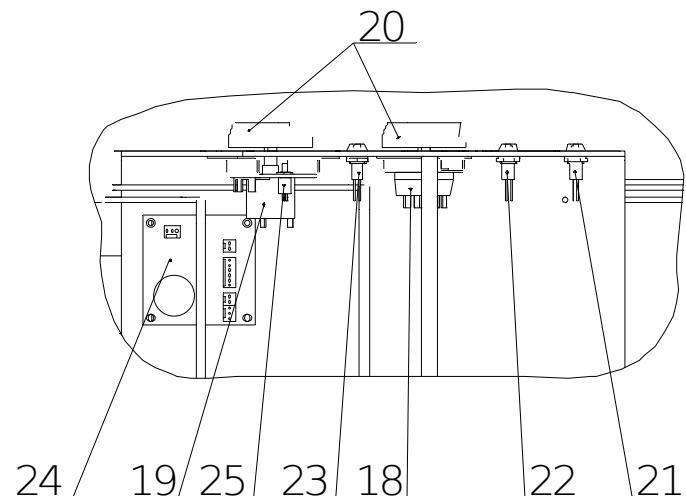

Рис. 4
На кронштейне управления (5) (рис. 4) установлены: переключатель режимов (18) для выбора режима работы прибора, регулятор температуры (19) для включения – выключения прибора и задания температуры теплоносителя. Светодиодный индикатор зеленого цвета (21) сигнализирует о подаче питания в систему управления прибора, светодиодный индикатор красного цвета (22) сигнализирует о возникновении аварийной ситуации, светодиодный индикатор желтого цвета (23) сигнализирует о том, что идет нагрев теплоносителя. На потенциометр (19) и галетный переключатель (18) надеты ручки (20).
На кронштейне управления (5) (рис. 4) установлены: переключатель режимов (18) для выбора режима работы прибора, регулятор температуры (19) для включения – выключения прибора и задания температуры теплоносителя. Плата суточного программатора (24) и кнопка коррекции часов встроенного суточного программатора (25) устанавливаются только для модификации ЭПН-02-ХХ. Светодиодный индикатор зеленого цвета (21) сигнализирует о подаче питания в систему управления прибора, светодиодный индикатор красного цвета (22) сигнализирует о возникновении аварийной ситуации, светодиодный индикатор желтого цвета (23) сигнализирует о том, что идет нагрев теплоносителя. На потенциометр (19) и галетный переключатель (18) надеты ручки (20).
На кронштейне управления (5) (рис. 4) установлены: переключатель режимов (18) для выбора режима работы прибора, регулятор температуры (19) для включения – выключения прибора и задания температуры теплоносителя, плата суточного программатора (24), кнопка коррекции часов встроенного суточного программатора (25). Светодиодный индикатор зеленого цвета (21) сигнализирует о подаче питания в систему управления прибора, светодиодный индикатор красного цвета (22) сигнализирует о возникновении аварийной ситуации, светодиодный индикатор желтого цвета (23) сигнализирует о том, что идет нагрев теплоносителя. На потенциометр (19) и галетный переключатель (18) надеты ручки (20).
Плата суточного программатора (24) в приборе ЭПН-02Н-ХХ устанавливается с правой стороны кронштейна управления (на рис.4 она изображена с левой стороны, что соответствует модификации прибора ЭПН-02-ХХ)
- самовозвратный термовыключатель (17) для отключения прибора при повышении температуры теплоносителя выше предельно допустимой (для всех моделей);
- реле протока (15) для отключения прибора в результате остановки циркуляционного насоса или "завоздушивания" системы отопления (только в ЭПН-01Д-ХХ, ЭПН-02-ХХ и ЭПН-02Н-ХХ);
- предохранительный клапан (26) для сбрасывания избыточного давления в системе отопления, превышающего 0,3 Мпа (только в ЭПН-01Д-ХХ, ЭПН-02-ХХ и ЭПН-02Н-ХХ).
4.5.1. Органы управления и индикации отопительного прибора расположены на кронштейне управления (5) (рис. 4) и состоят из переключателя режимов (18), регулятора температуры (19) и трех светодиодных индикаторов (21, 22, 23).